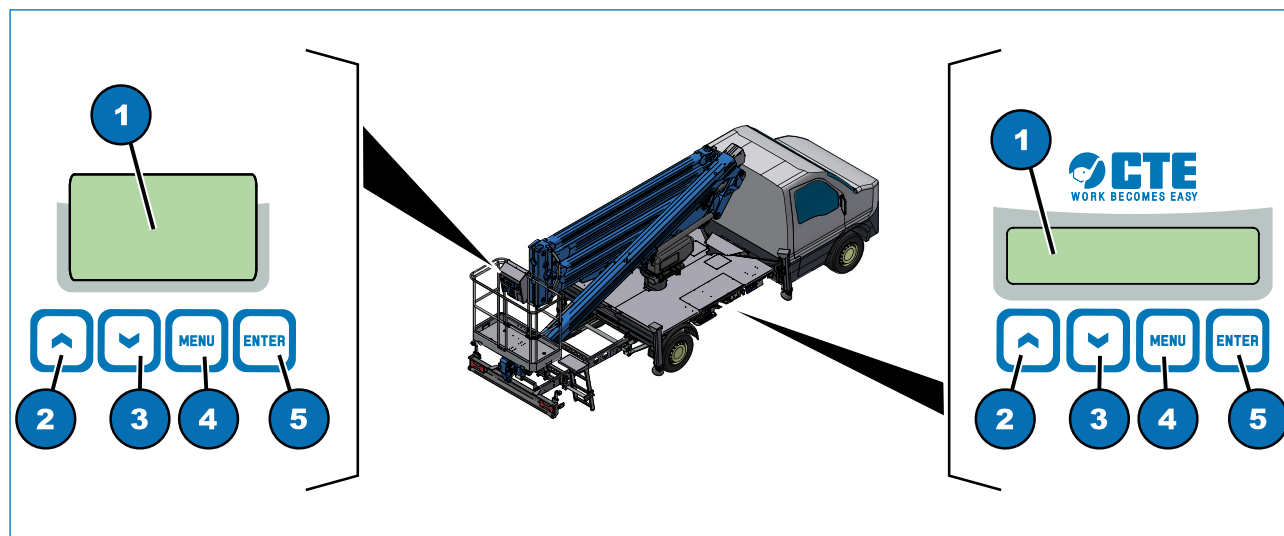

Fig. 6.12
- 1) premere il pulsante MENU (Fig. 6.12, 4) per circa 3 secondi;
- 2) utilizzare i tasti UP (Fig. 6.12, 2) e DOWN (Fig. 6.12, 3) per scorrere tra le pagine del menu:
- 3) premere il tasto ENTER (Fig. 6.12, 5) sulla pagina desiderata per accedere alle sottopagine corrispondenti;
- 4) utilizzare i tasti UP (Fig. 6.12, 2) e DOWN (Fig. 6.12, 3) per navigare tra le sottopagine.